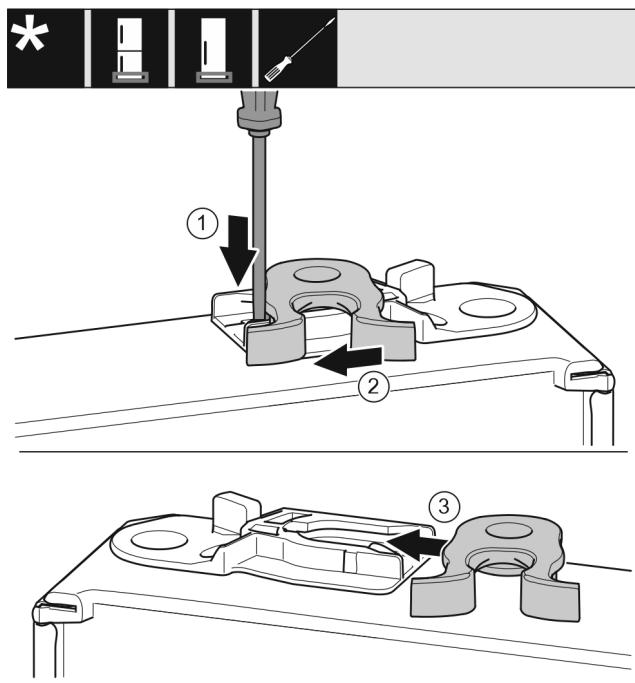

Fig. 18
- Plochým skrutkovačom zatlačte strmeň nadol. Fig. 18 (1)
- Zavárací hák vytiahnite z vedenia. Fig. 18 (2)
- Zavárací hák zasuňte na druhnej strane do vedenia. Fig. 18 (3)